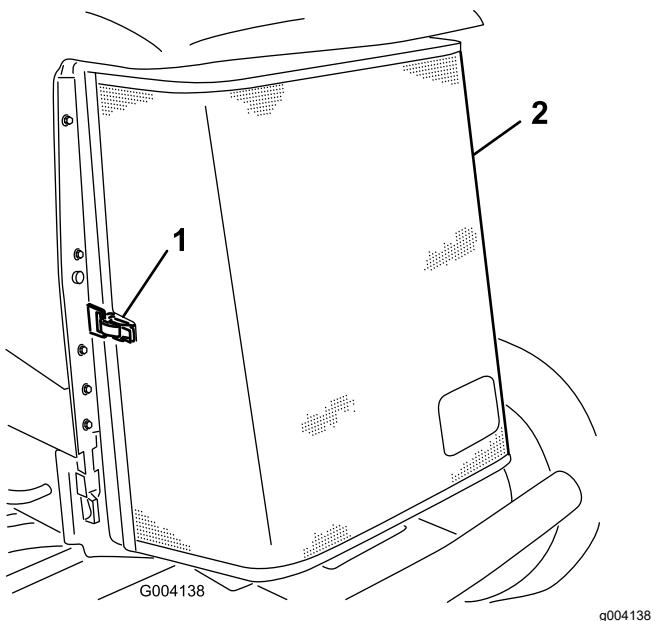

Рисунок 50
- Откройте защелку и откиньте заднюю решетку (Рисунок 50).